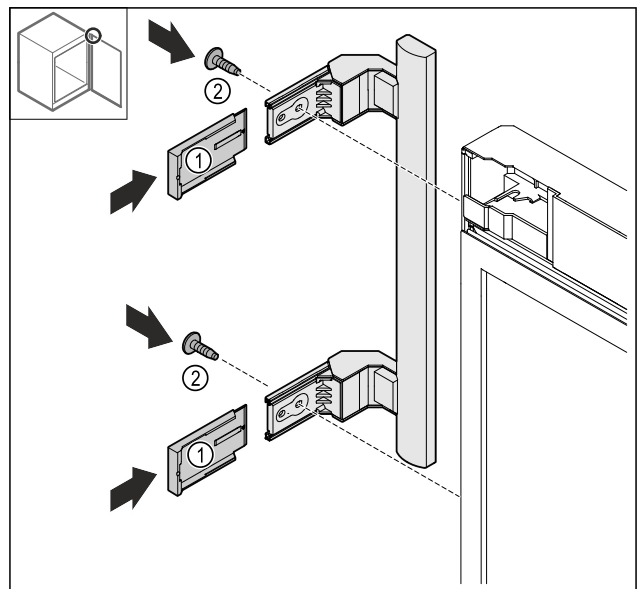

Fig. 21
- ▶ Abdeckungen Fig. 21 (1) aufschieben.